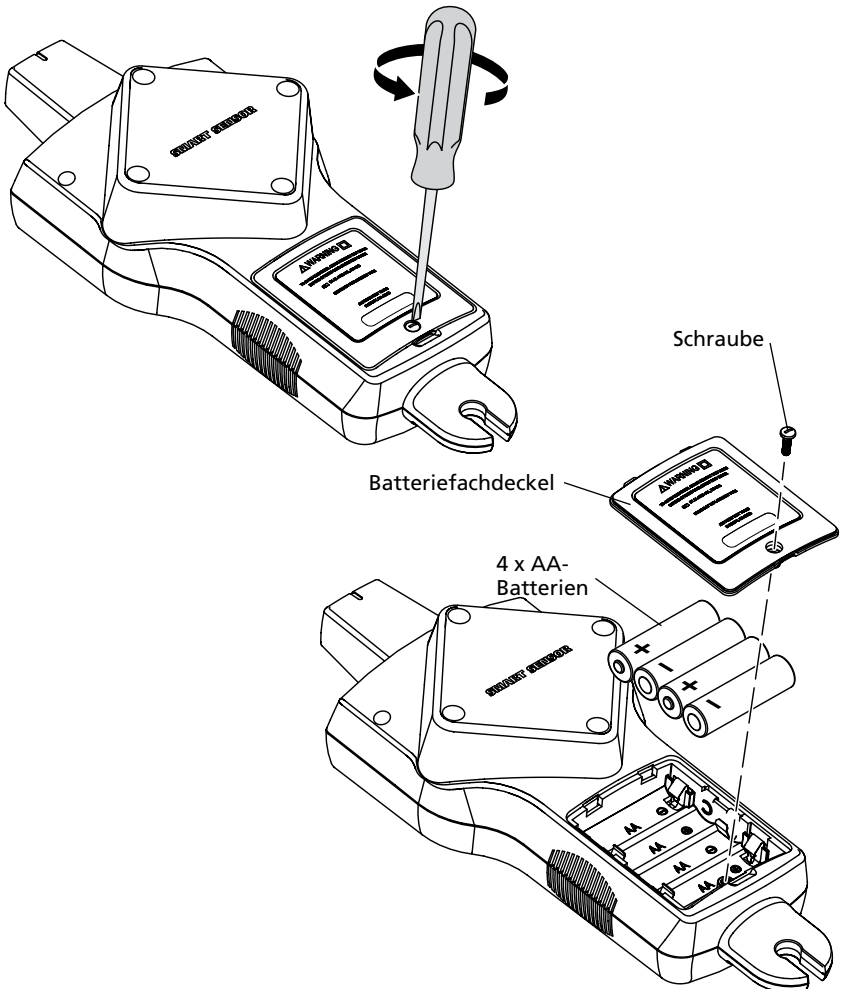

Abbildung 5.1b: Batterien des Empfängers auswechseln
3. Nehmen Sie den Batteriefachdeckel ab (Abbildung 5.1b).